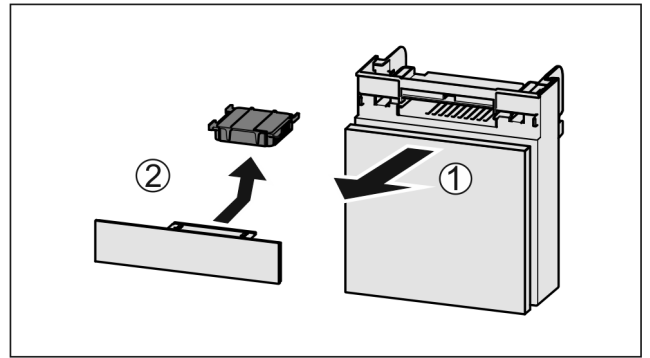

Fig. 45
- ▶ Потягніть Fig. 45 (1) відділення вперед.
- ▶ Витягнути Fig. 45 (2) фільтр з активованого вугілля.